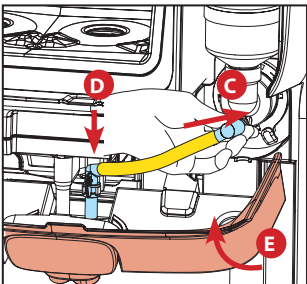

Fig.5
4. Ibalik ang tube sa mixer bowl (C), at i-snap ang outlet nozzle sa mixing tray. Isara ang panel (E) at awtomatikong babalik ang dispenser sa mga normal na function ng pag-dispense. (Tingnan ang Fig.5)